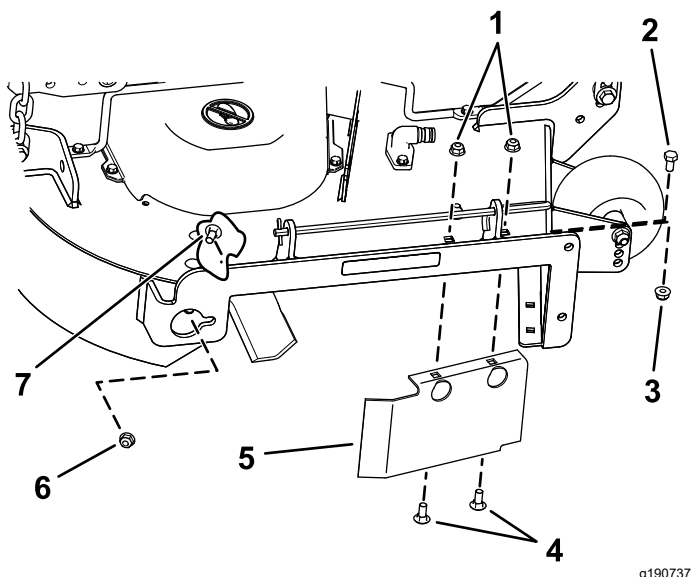

Рисунок 18
8. Отверните каретный болт (5/16 x ¾ дюйма) и контргайку (5/16 дюйма) на задней стенке деки газонокосилки, которые крепят дефлектор к деке (Рисунок 18).
13. Используйте ранее снятые крепежные детали, установив их в передние отверстия пластины выброса и переднее отверстие деки (Рисунок 18).
9. Найдите ограждение дефлектора на передней кромке отверстия бокового выброса (Рисунок 18).
10. Снимите детали крепления ограждения дефлектора и правого дефлектора к деке газонокосилки (Рисунок 18).